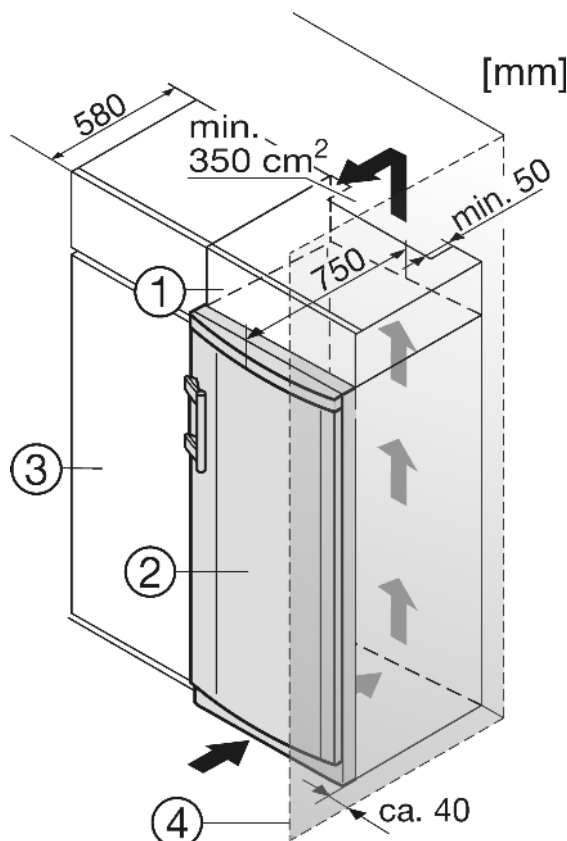

Fig. 9
Když se přístroj instaluje závěsy vedle stěny Fig. 9 (4), musí být vzdálenost přístroje od stěny alespoň 40 mm. To odpovídá přesahu madla při otevřených dvířkách.